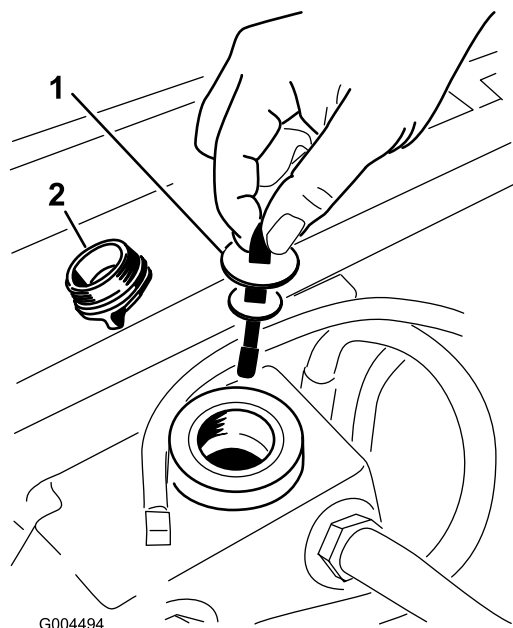

Bild 66
5. Nehmen Sie den Deckel des Hydraulikbehälters vom Einfüllstutzen ab (Bild 66).
6. Nehmen Sie den Peilstab heraus und wischen Sie ihn mit einem sauberen Lappen ab (Bild 66).
7. Stecken Sie den Peilstab in den Einfüllstutzen und ziehen ihn dann heraus, um den Ölstand zu prüfen (Bild 66).